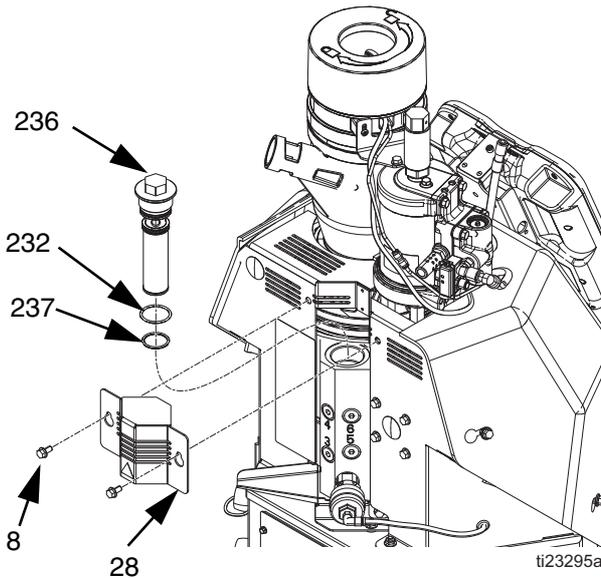

FIG. 25
4. Afloje los dos tornillos (8) y luego deslice la pequeña cubierta de metal (28) en la parte posterior del sistema hacia arriba para extraerla. Consulte FIG. 25.
5. Use un tubo de 1 pulg. para desatornillar el filtro de salida (236).